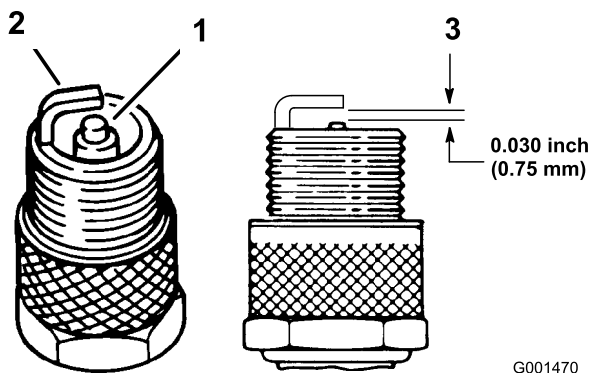

图49
- 查看火花塞的中心图49。绝缘体上的浅棕色或浅灰色涂层说明发动机运行正常。如果绝缘体上的涂层是黑色的则表示空气滤芯已变脏。
2. 检查中心电极与侧电极之间的气隙 图49。
3. 如果气隙不正确请弯转侧电极 图49。
3. 将电线连接到火花塞上 图49。